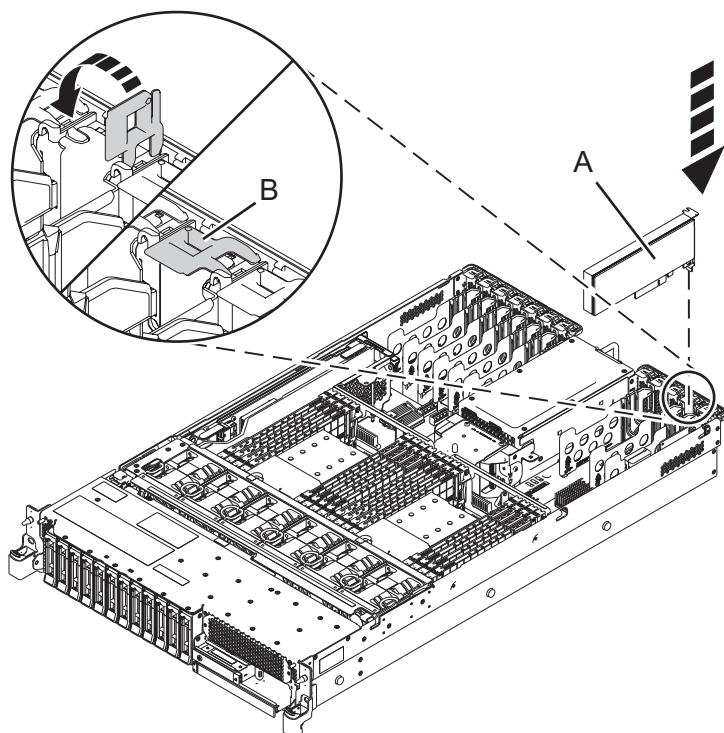

Figura 3. Instal·lació o substitució d'un adaptador PCIe al sistema 5148-21L, 5148-22L, 8247-21L, 8247-22L, 8284-21A, o 8284-22A
8. Si el pestell d'adaptador (B) de la ranura de destinació encara no està en la posició d'obertura, estireu el pestell fins que es col·loqui en posició d'obertura fent-lo girar cap a fora del clip de la part posterior del sistema, tal com es mostra a la Figura 3 a la pàgina 6.
9. Agafeu amb compte l'adaptador per l'extrem superior o per la contrapunta i alineu-lo amb la ranura i el seu connector de la placa posterior del sistema **(A)**, tal com es mostra a Figura 3.
11. Per bloquejar l'adaptador dins la seva ranura, feu girar el pestell d'adaptador **(B)** en la direcció que es mostra a la Figura 3.